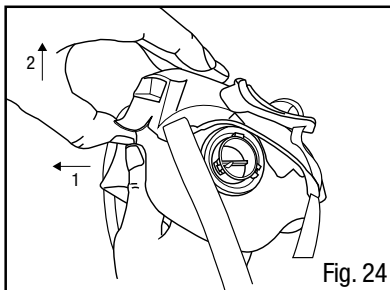

Fig. 24
1. Para retirar el Ensamble del arnés para la cabeza y cubierta de válvula, primero abra el sujetador rápido. Después coloque el pulgar debajo de la cubierta de la válvula y los dedos en la parte superior. Jale la parte de la cubierta para válvula de la pieza facial con el pulgar y luego libérela (Fig. 24).
1. Retire el Ensamble de arnés para la cabeza/la de válvula 3M™ 6582 al jalarlo del sello facial (Fig. 24).